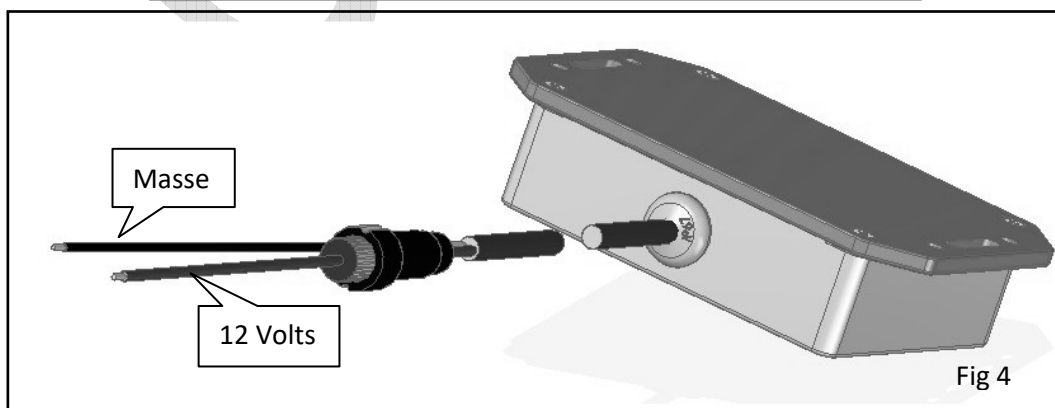

Fig 4
- Connecté le fil noir du boîtier à la masse et le fil rouge avec le fusible au 12 volts commandé par le contact de votre véhicule (Fig 4)